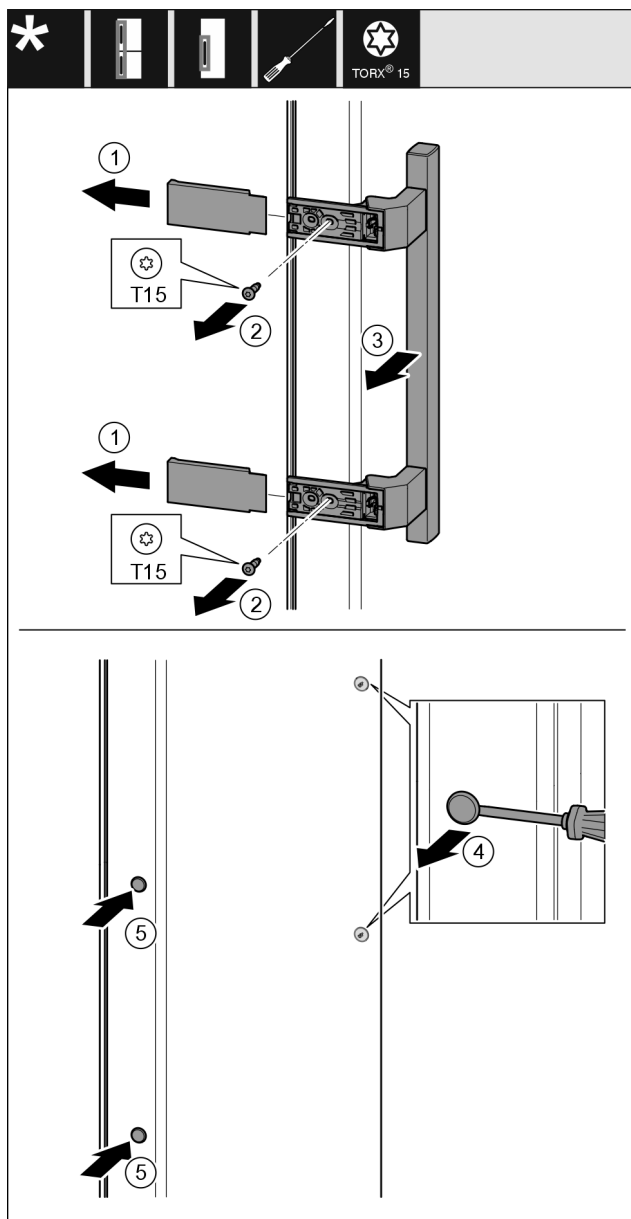

Fig. 54
- ▶ Húzza le a fedelet Fig. 54 (1).
- ▶ Tekerje ki a csavarokat Fig. 54 (2) csavarhúzóval.
- ▶ Vegye le a fogantyút Fig. 54 (3).
- ▶ Óvatosan emelje meg és húzza ki az oldalsó dugót Fig. 54 (4) lapos csavarhúzóval.
- ▶ Tegye vissza a dugót Fig. 54 (5) a másik oldalra.